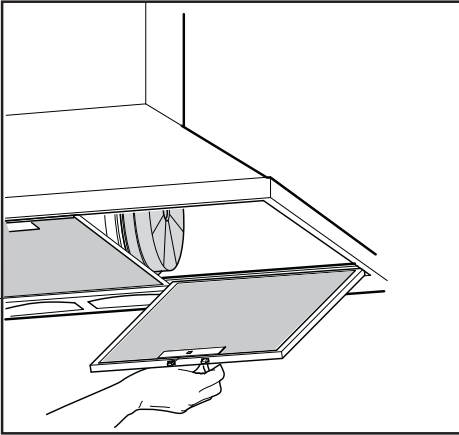

Fig.6
- La distanza minima fra la superficie di supporto dei recipienti di cottura sul dispositivo di cottura e la parte più bassa della cappa da cucina deve essere di almeno 65 cm. Se dovesse essere usato un tubo di connessione composto di due o più parti, la parte superiore deve essere all'esterno di quella inferiore. Non collegare lo scarico della cappa ad un condotto in cui circoli aria calda o utilizzato per evacuare fumi degli apparecchi alimentati da un'energia diversa da quella elettrica. Prima di procedere alle operazioni di montaggio, per una più facile manovrabilità dell'apparecchio disinserire il filtro/i antigrasso (Fig.6).